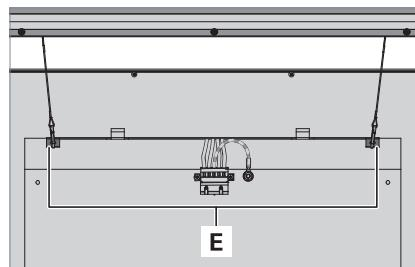

Fig. 7: Agganciare l'elemento luce diretta.
- ▶ Agganciare l'elemento luce diretta nei due ganci **E** del telaio dell'apparecchio d'illuminazione vedi Fig. 7.